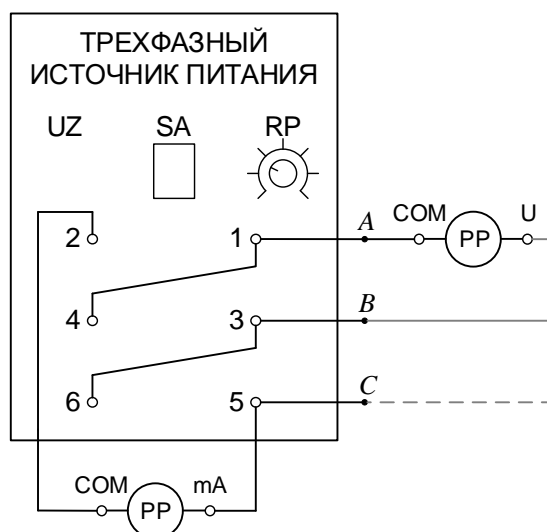

Рис. 9. Схема соединения генератора треугольником
- Собрать трехфазный генератор модуля **ТРЕХФАЗНЫЙ ИСТОЧНИК ПИТАНИЯ** по схеме «треугольник» (рис. 9). Проверить собранную электрическую цепь в присутствии преподавателя.
- Включить выключатель **QF** блока **МОДУЛЬ ПИТАНИЯ** и тумблер **SA** модуля **ТРЕХФАЗНЫЙ ИСТОЧНИК ПИТАНИЯ (UZ)**.
- Регулятором напряжения **RP** установить линейное (фазное) напряжение трехфазного источника питания U_{AB} (соответствует напряжению U_{13} в обозначениях выводов источника на стенде) равным 3 В (проверить подключением мультиметра **PP** в режиме измерения переменного напряжения по схеме рис. 9).
- Мультиметром **PP** в режиме измерения переменного напряжения измерить линейные напряжения U_{AB} , U_{BC} , U_{CA} модуля **ТРЕХФАЗНЫЙ ИСТОЧНИК ПИТАНИЯ (UZ)**. Измеренные значения занести в протокол измерений. Проверить выполнения соотношений для симметричного источника.
Схема исследуемой цепи представлена на рис. 9.